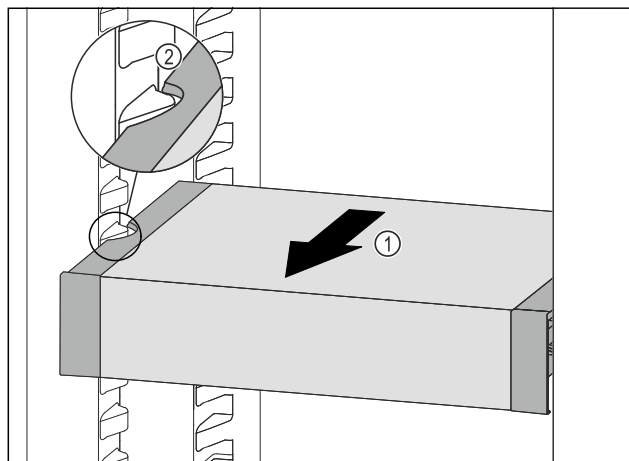

Fig. 140
- 向前拉动 VarioSafe Fig. 140 (1)，直至 VarioSafe 的侧部凹槽与冷藏区中的容器肋梁持平。Fig. 140 (2)